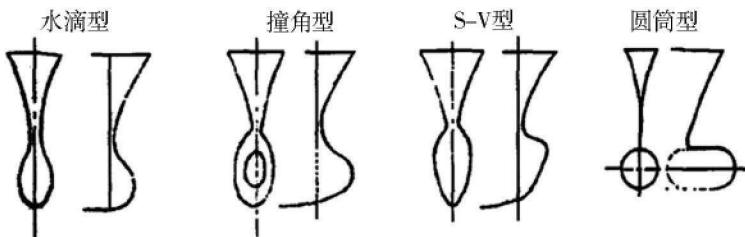

图 1-1-10 球鼻型艏的形式
- (2) 垂直型——大型货船的艏部形状多为垂直式。
- (3) 倾斜型——一般舰船多采用倾斜式艏，其外形显得大方，由于甲板向前伸出，不但增加了甲板面积，而且还有利于减缓航行时海浪打上甲板，所以具有良好的耐波性。根据倾斜度分为倾斜型和急倾斜型 2 种。
- (4) 飞剪型——艏底部稍呈弧形，水线附近曲线向首端明显突出，类似倾斜式，但中间稍有弯曲，造型更显得优美漂亮。现代舰船用得较多。
- (5) 破冰船型——属于倾斜型的另一种形式。破冰船由于破冰的需要，艏的水下部分有较大的倾斜度，以便于冲上冰层，依靠自重将冰层压碎，开辟出航道。
- (6) 球鼻型——为了减小舰船的航行阻力，提高航行速度，现在很多大型船舶和军舰都在艏水线以下设计成球形，即球鼻艏，军舰还利用球鼻空间安装声呐设备。图 1-1-10 为球鼻型艏的几种形式。